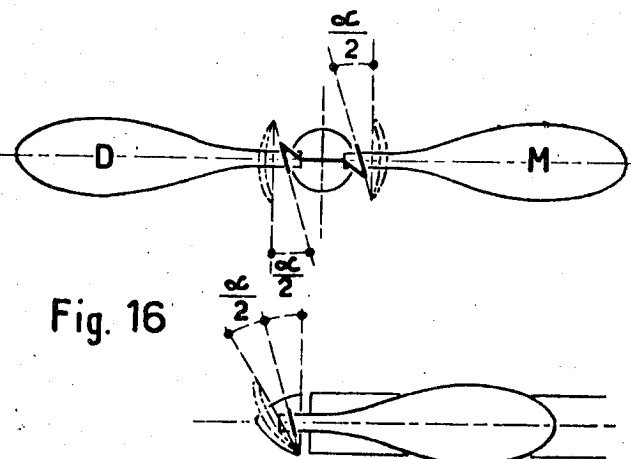

Fig. 16
Elle est basée sur le même principe que la solution précédente, sauf que l'axe charnière n'a plus qu'une valeur de  $L/2$  (toujours dans les 2 plans). La fig 16 est plus compréhensible que des explications. Cette méthode présente des avantages certains sur la précédente. En effet, il est plus facile de placer l'axe avec un angle plus faible et, de plus, les pales, au moment du repliement, sont dans la position horizontale. La pale (M) et la pale (D) nécessiteront un ressort de rappel identique et aucune de celles-ci n'aura tendance à « retomber » par gravité.